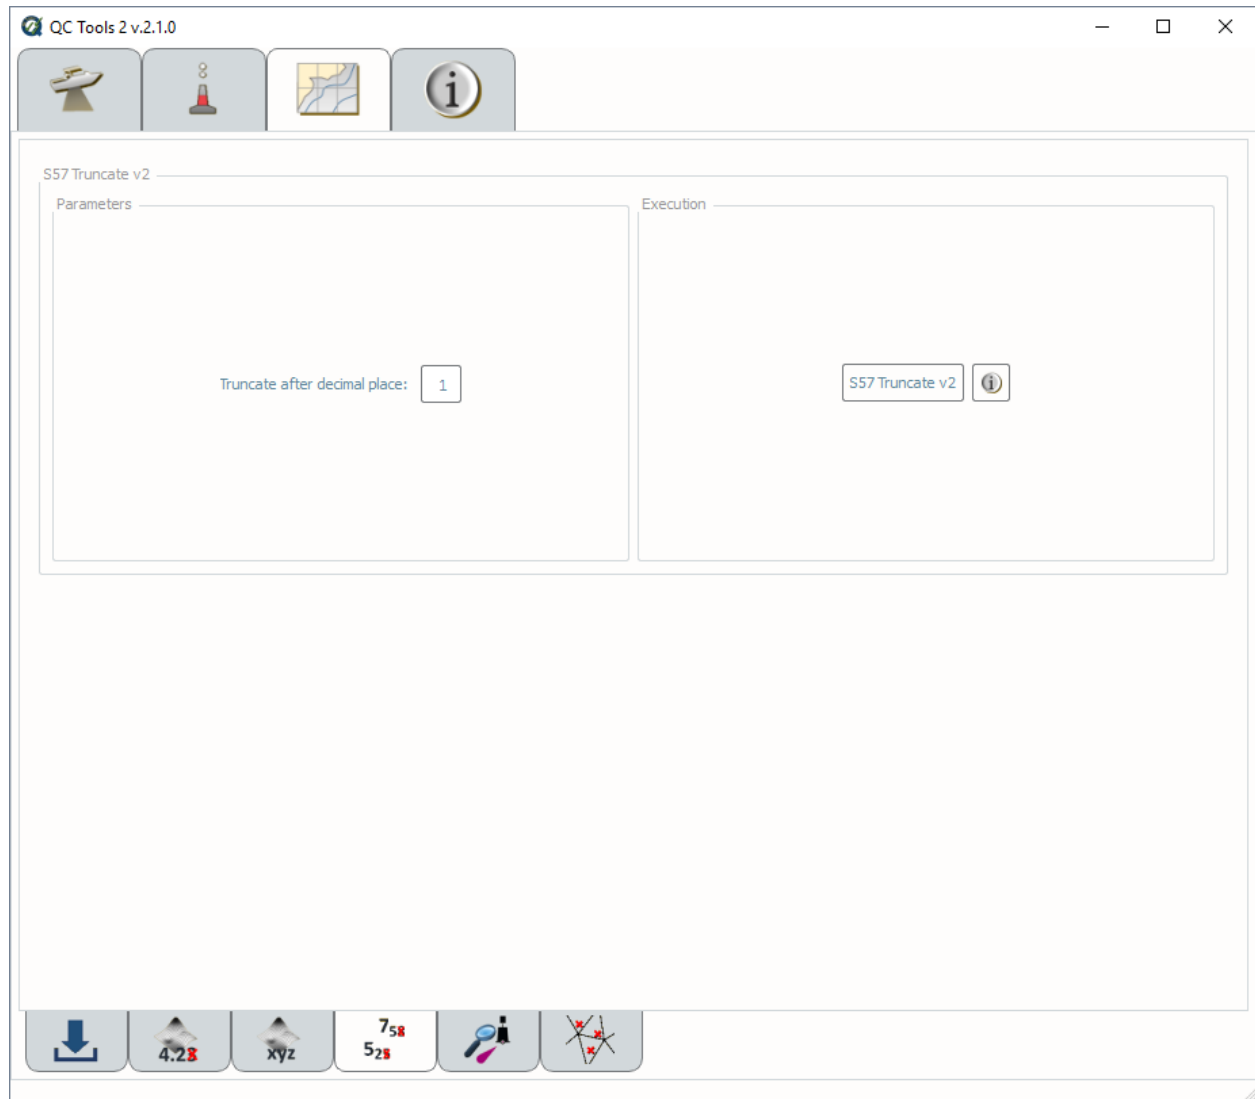

Fig. 2.62: S57 Truncate.
- In **Execution** (Fig. 2.62), click **S57 Truncate v2**.